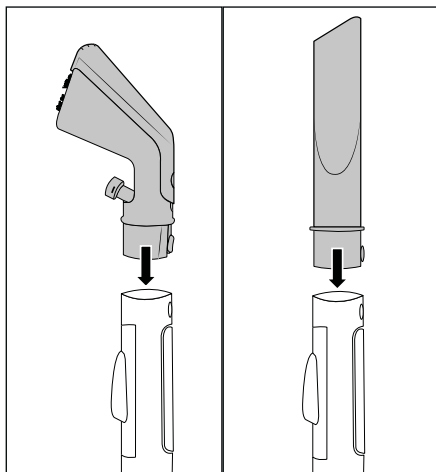

Fig. 3
- ◆ Sæt polstermundstykke 22 eller fugemundstykke 29 i sprøjte-/sugeslangen 19, indtil låsekappen 25/32 går i indgreb (se fig. 3).